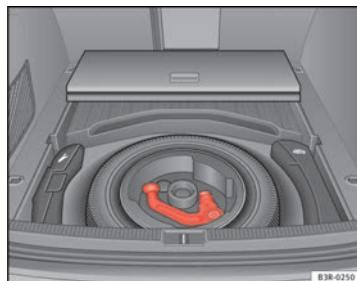

Fig. 165 Maletero: Rueda de repuesto con dispositivo para remolque
- Para vehículos con rueda de repuesto ⇒ **fig. 165**.